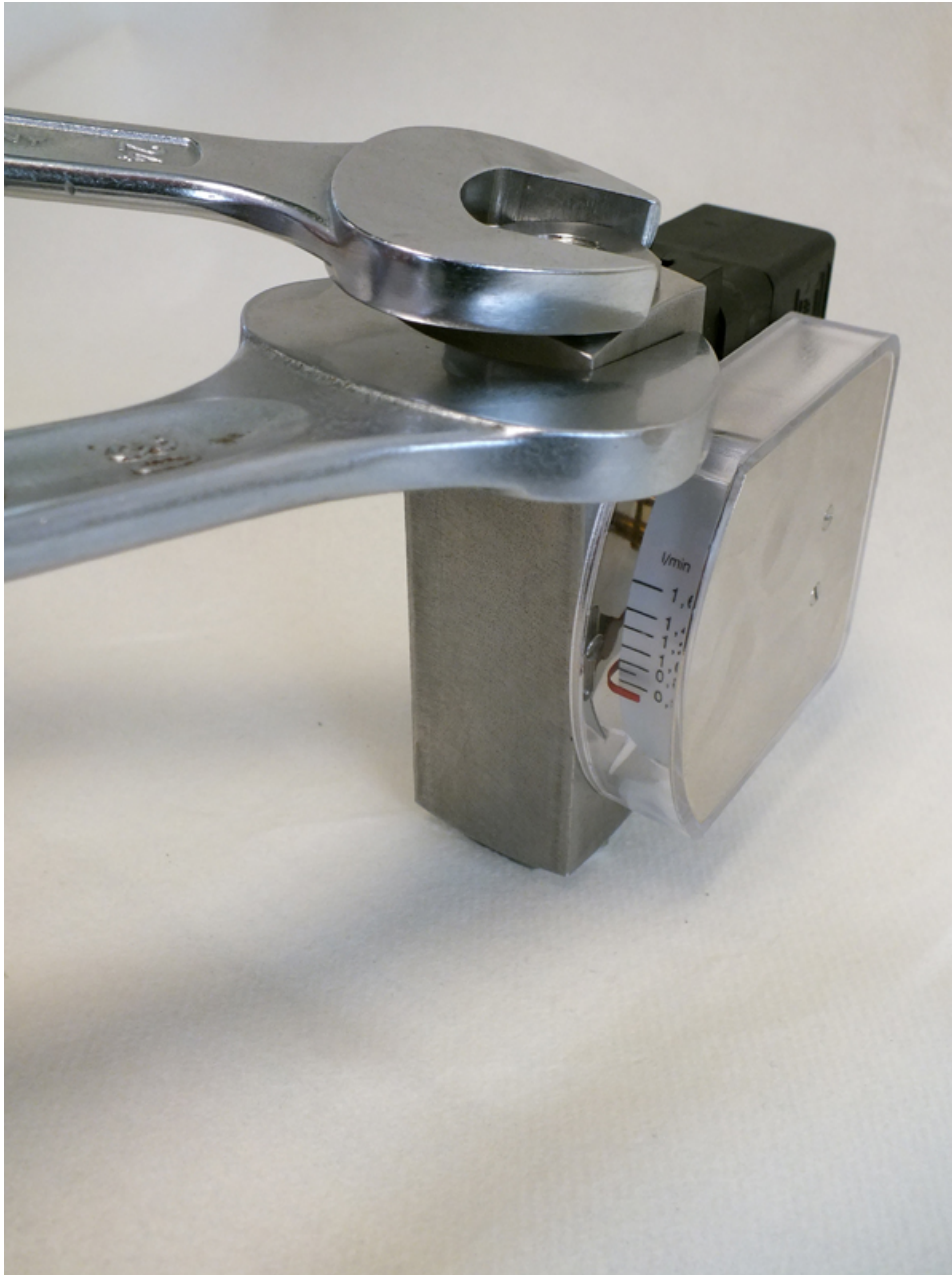

Abb. 64: Verschraubung (Ausgang) festziehen
- 11.** Verschraubung (Ausgang) mit passendem Maulschlüssel einschrauben und festziehen. Den Gerätekörper hierbei mit passendem Maulschlüssel gegenhalten (Abb. 64), dabei Anziehdrehmoment beachten (→ Kapitel 11.1 „Anziehdrehmomente“ auf Seite 97)